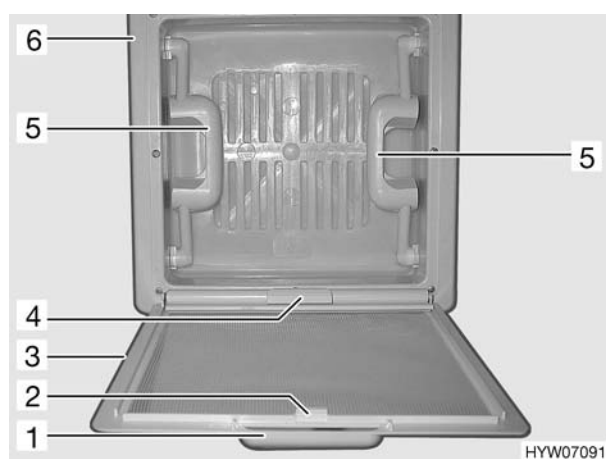

Fig. 29 Oblò
- Tirare la protezione contro gli insetti (Fig. 29,3) verso il basso utilizzando la maniglia (Fig. 29,1). La protezione contro gli insetti si ribalta verso il basso.
- Premere l'oblò verso l'alto mediante entrambe le maniglie (Fig. 29,5).
- Ribaltare la protezione contro gli insetti verso l'alto e bloccarla sul telaio (Fig. 29,6).
- Tirare con forza verso il basso l'oblò utilizzando entrambe le maniglie (Fig. 29,5).
- Tirare la protezione contro gli insetti (Fig. 29,3) verso il basso utilizzando la maniglia (Fig. 29,1). La protezione per insetti si ribalta verso il basso.
- Tirare l'oscurante a rullo per la maniglia (Fig. 29,4) fino alla maniglia contrapposta della protezione contro gli insetti (Fig. 29,2) e farla innestare.
- Disinnestare l'oscurante a rullo utilizzando la maniglia della protezione contro gli insetti (Fig. 29,2).
- Ricondurre lentamente l'oscurante a rullo accompagnandolo con la maniglia (Fig. 29,4).